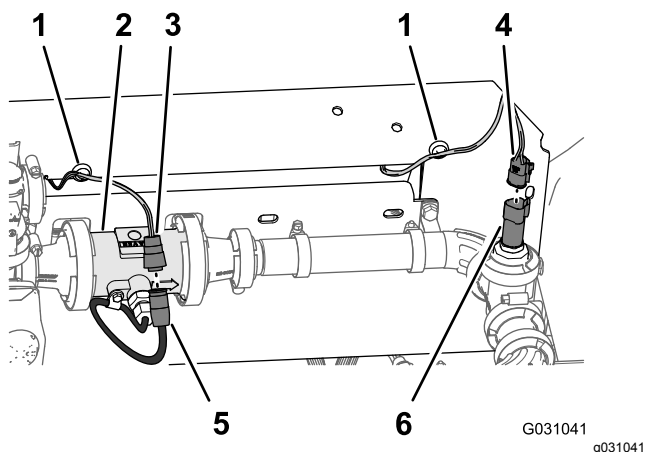

図 108
1. 218.4cm の枝線と 75.5cm の枝線の、Flow Meter というラベルと Pressure Transducer というラベルの付いたコネクタを、マニホルドマウントの後方へ導く 図 108。
2. 75.5cm の枝線のフローメータ用の3ソケットコネクタラベルなしを、フローメータ用ハーネスの3ピンコネクタに接続する 図 108。
3. 218.4cm の枝線のフローメータ用の**Pressure Transducer** ラベル付きの3ソケットコネクタを、水圧トランスデューササテライトの3ピンコネクタに接続する 図 108。
4. フローメータと水圧トランスデューサ用のワイヤハーネスの磁石式アンカーを、マニホルドマウントの表面に取り付ける 図 108。